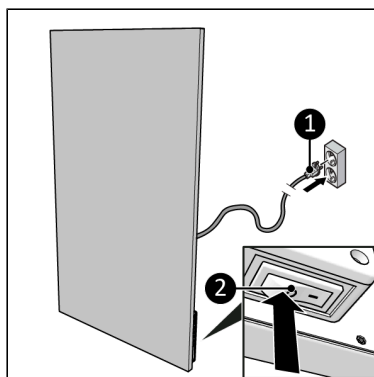

Abbildung 69.
2. Stellen Sie sicher, dass sich der EIN/AUS-Schalter in der AUS-Position befindet (Abbildung 69, Pos. 2).
3. Stecken Sie den Netzstecker (Abbildung 69, Pos. 1) in eine leicht zugängliche geerdete Steckdose. Verwenden Sie eine geerdete Steckdose mit einer Mindestleistung von 1000 Watt.